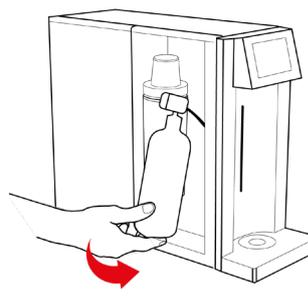

Fig. 7-14
23.5 – Inserire la bombola del gas CO₂ **verticale con la valvola rivolta verso l'alto** assemblata con il riduttore già regolato, nel vano interno dell'apparecchio, vedi Fig. 7-14.